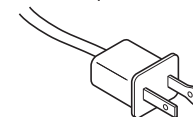

Figure 1
**DIRECTIVES RELATIVES À LA FICHE POLARISÉE** - Pour réduire les risques d'électrocution, le mobilier est doté d'une fiche polarisée (l'une des lames est plus large que l'autre), comme la fiche illustrée dans la Figure 1. Cette fiche s'insère d'une seule manière dans une prise de courant polarisée. Si la fiche ne s'enfonce pas complètement dans la prise, inversez le sens d'insertion. Si elle ne s'enfonce toujours pas complètement après l'inversion, communiquez avec un électricien qualifié pour installer une prise électrique polarisée. Ne modifiez pas la prise d'aucune manière. Ce produit est conçu pour un circuit de 120 V.